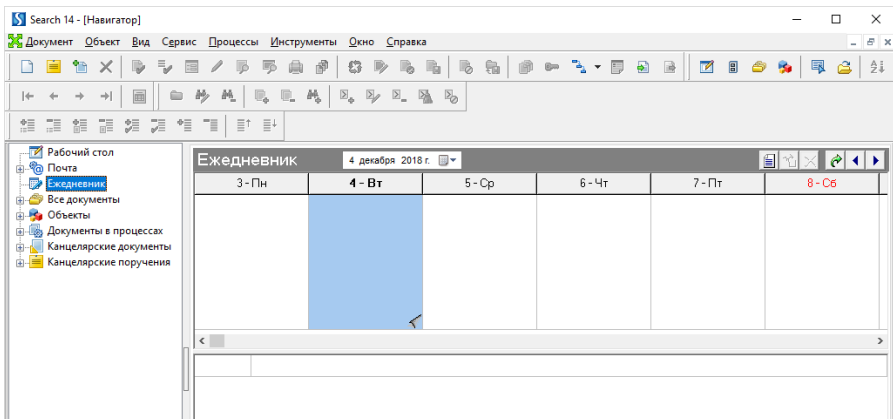

Рисунок 1.10 – Розділ **Ежедневник** в робочому вікні **Навигатора**
6. Встановіть курсор в розділ **Ежедневник** (рис. 1.10). Ознайомтесь з елементами керування і структурою правого вікна **Навигатора**.